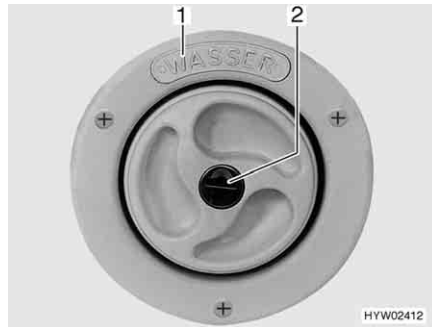
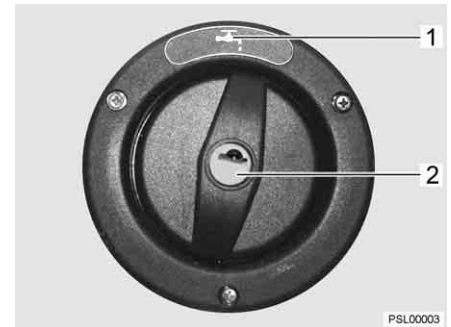

Bild 37 Lock för påfyllningsöppningen för dricksvatten
Bild 38 Lock för påfyllningsöppningen för dricksvatten (alternativ)
- ▷ Påfyllningsöppningen för dricksvatten är märkt med texten "WASSER" (vatten) (Bild 37,1) eller med symbolen "☕" (Bild 38,1).
- Stick in nyckeln i låscylindern (Bild 37,2 resp. Bild 38,2) och vrid moturs.